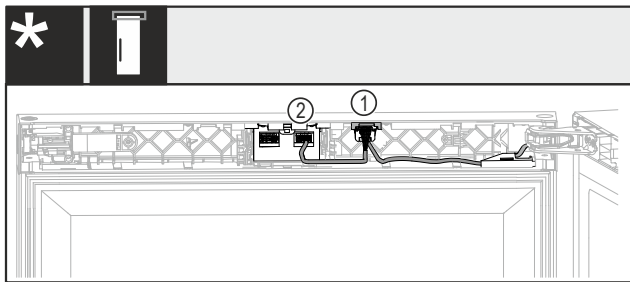

Fig. 46 无锁或带机械锁*
- ▶ 将插头和两根电缆 Fig. 46 (1)推入到导向装置中。*
- ▶ 将插头和一根电缆 Fig. 46 (2)卡紧到右侧插座中。*